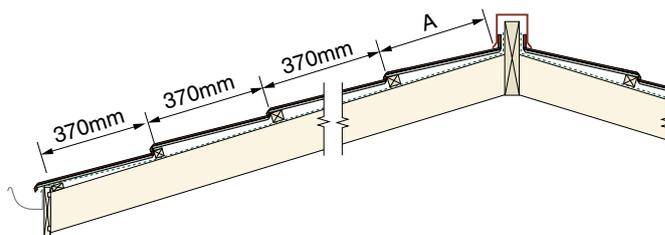

рис. 3.
**Важно, чтобы расстояние между нижними гранями обрешетин обязательно выдерживалось равным 370 мм!** рис.3. Это условие, необходимое для образования замка между стыкуемыми листами композитной черепицы, обеспечивает надежную гидроизоляцию, ветрозащиту и эстетичный вид кровли. С этой целью рекомендуется использовать шаблоны, которые можно изготовить из подручных средств. Верхний ряд обрешетки образует нерегламентированное расстояние А до конька.